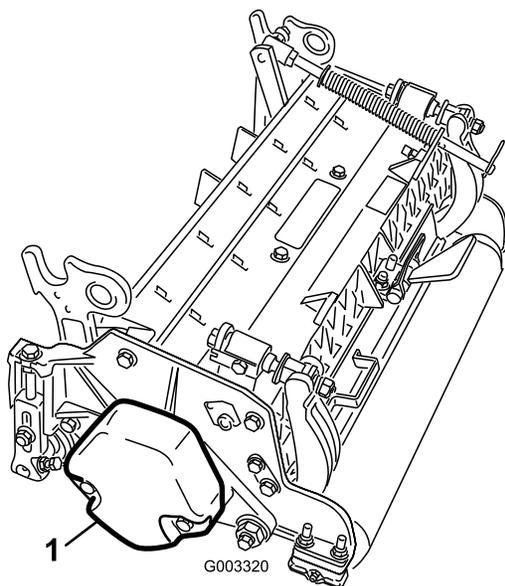

Figura 5
- Il contrappeso (Figura 5) deve essere montato sul lato giusto dell'elemento di taglio, come descritto nel *Manuale dell'operatore* degli elementi di taglio.